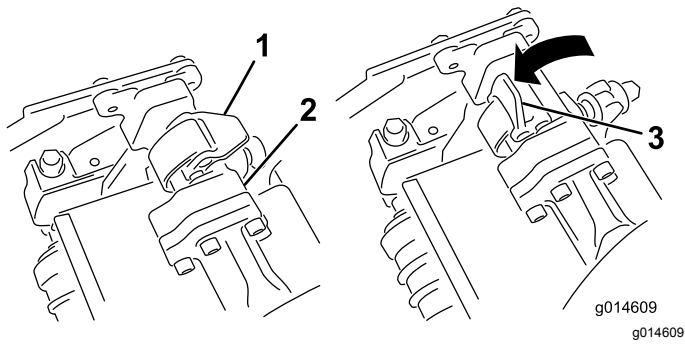
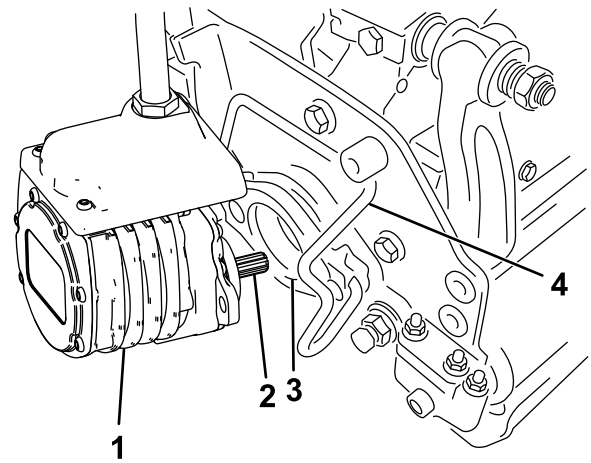

Figura 51
Figura 52
4. Con i fermi del braccio di sospensione rivolti verso l'alto (cioè aperti) (Figura 51), premete il braccio di sospensione verso il basso in modo che la barra si inserisca nella barra della parte superiore dell'apparato di taglio (Figura 52).
5. Chiudete i fermi spostandoli verso il basso e attorno alla barra dell'apparato di taglio, quindi bloccateli in posizione (**Figura 51**).
5. Aprite i fermi sulla barra del braccio di sospensione dell'apparato di taglio che state rimuovendo (Figura 51).